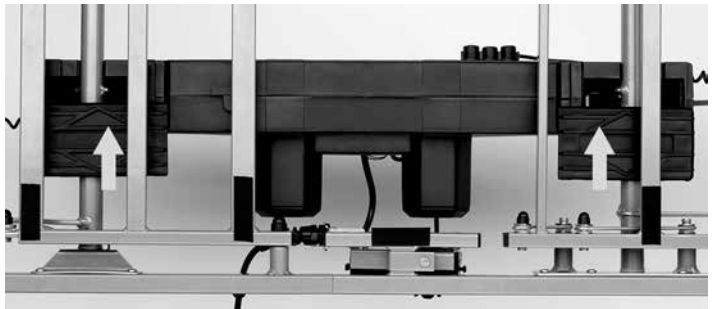

Abb. 7
7. Hängen Sie den Kastenmotor an die Hebeteile der Liegefläche ein. Mit den Verschußschiebern an beiden Seiten wird der Kastenmotor fixiert (Abb. 7). Achten Sie darauf, die Verschußschieber bis zum Anschlag einzuschieben.